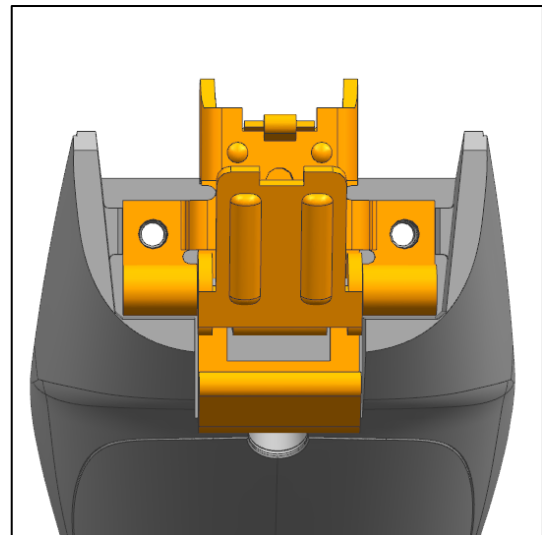

Abb. 43
- Setzen Sie das Halteblech ins Gehäuse ein (Abb. 43).